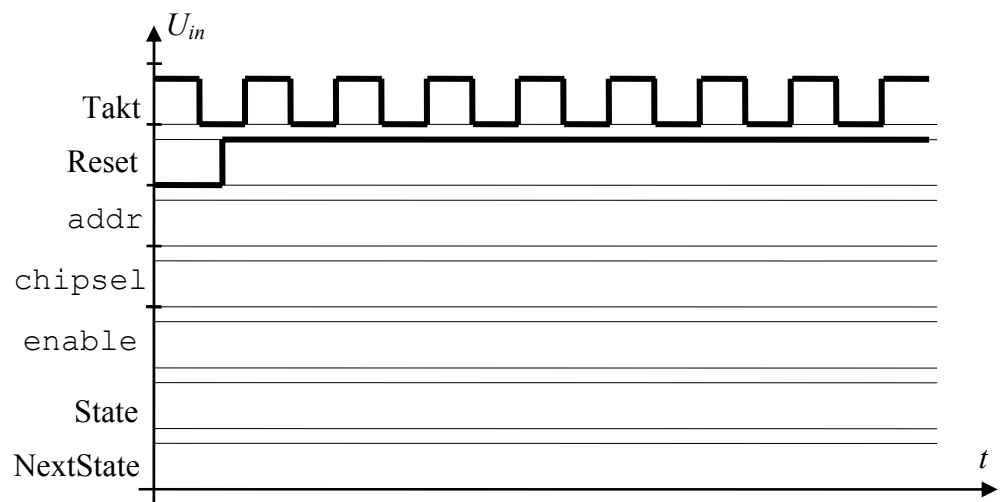

Abbildung 3
- (d) Tragen Sie den Zeitverlauf von `chipsel`, `enable` und `addr` in Abbildung 3 ein!